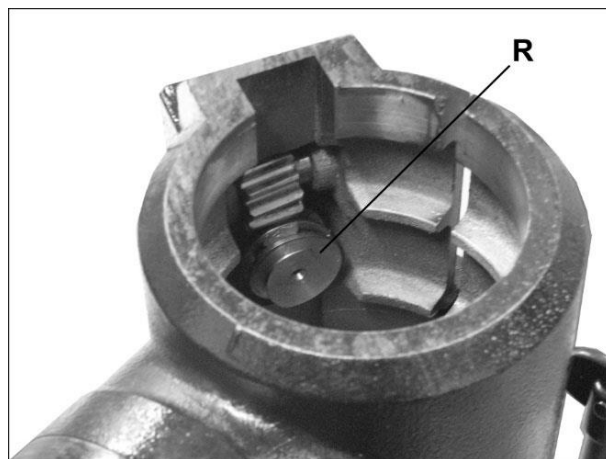

Рис. 6-3
4. Вставьте хвостовик червяка (R, Рис. 6-3) в отверстие кронштейна стола, пока червяк не войдет в зацепление с предустановленным зубчатым колесом.